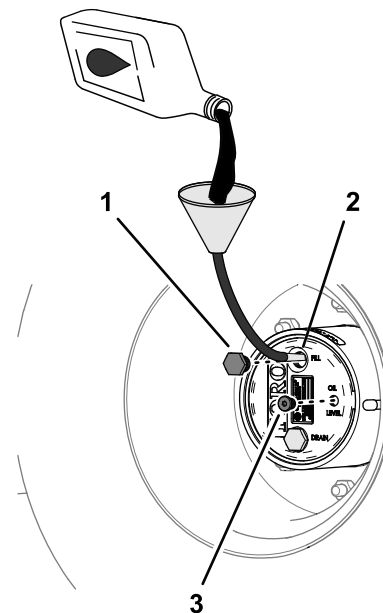

Figura 85
4. Se il livello dell'olio è basso, rimuovete il tappo di riempimento e aggiungete l'olio specificato fino a quando non inizia a fuoriuscire dal foro del tappo di controllo (Figura 85).
6. Montate il tappo di riempimento e il tappo di controllo (Figura 85).
1. Attraverso il foro del tappo di riempimento, aggiungete lentamente il lubrificante per ingranaggi specificato; fate riferimento alla Figura 85 in Controllo del lubrificante della trasmissione degli ingranaggi a ruotismo planetario (pagina 67).
3. Montate il tappo di riempimento e il tappo di livello dell'olio; fate riferimento alla Figura 85 in Controllo del lubrificante della trasmissione degli ingranaggi a ruotismo planetario (pagina 67).